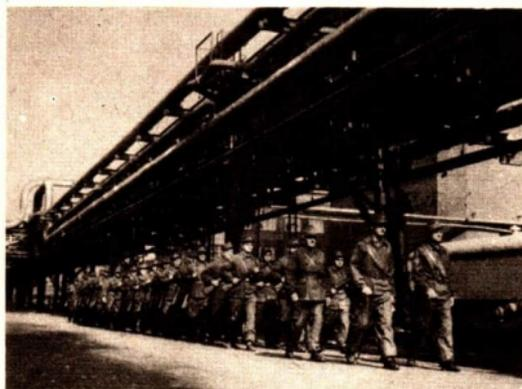

Abb. 22 Kampfgruppen der Leunaarbeiter
Die Überführung der Werke in Volkseigentum sicherte gleichzeitig auch die Produktion von Ammoniak für friedliche Zwecke, zum Nutzen des Volkes in Industrie und Landwirtschaft. Erst die Arbeiterklasse vermochte unter Führung ihrer Partei die wissenschaftlichen Leistungen *Habers* im Interesse der Menschheit voll zu nutzen. Die Arbeiter des VEB Leuna-Werke „Walter Ulbricht“ werden deshalb auch ihren Betrieb stets zu schützen wissen (Abb. 22). Sie setzen damit die revolutionären Traditionen der Leunaarbeiter fort. Gegenwärtig unternehmen die Beschäftigten im VEB Leuna-Werke „Walter Ulbricht“ alle Anstrengungen, um die Position der Deutschen Demokratischen Republik hinsichtlich der Chemieproduktion im Weltmaßstab weiter zu festigen und durch die Stärkung unserer Republik zum Sieg des Sozialismus über den Kapitalismus beizutragen. ①